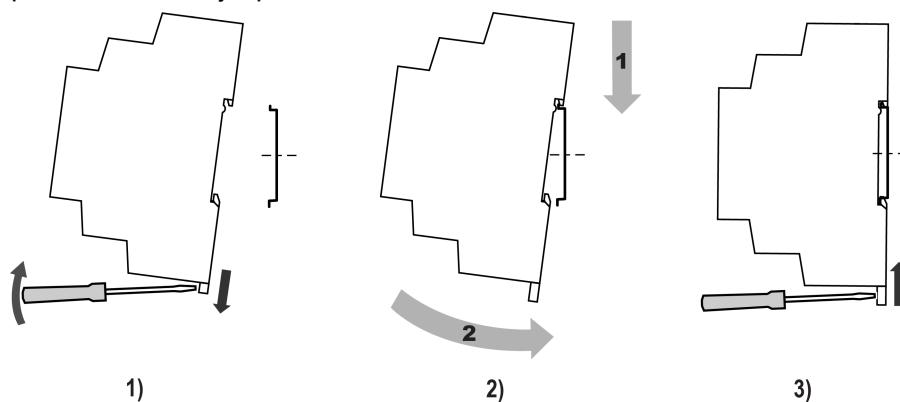

Рисунок 4.2 – Установка прибора
- Вставив отвертку в проушину, оттянуть защелку (см. рисунок 4.2, 1). Прибор установить на DIN-рейку.
- Прибор прижать к DIN-рейке (см. рисунок 4.2, 2, стрелки 1 и 2). Отверткой вернуть защелку в исходное положение.